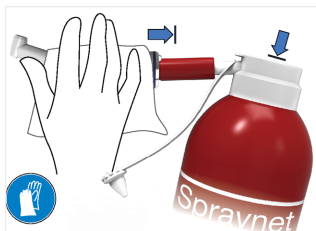

FIG. 6
5. Etter å ha valgt den egnede dysen, spray innsiden av utstyret med Spraynet (FIG. 6).